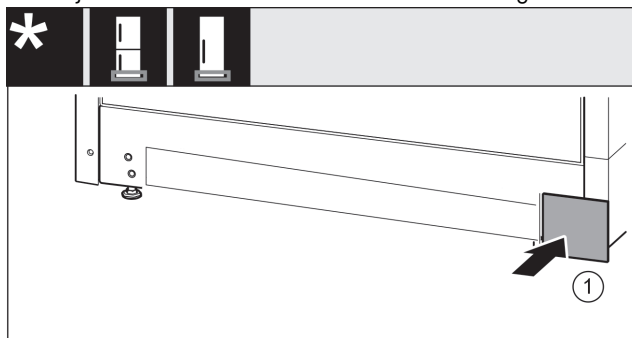

Fig. 33
- ▶ Uzlieciet atpakaļ pārsegu Fig. 33 (1) otrajā pusē.